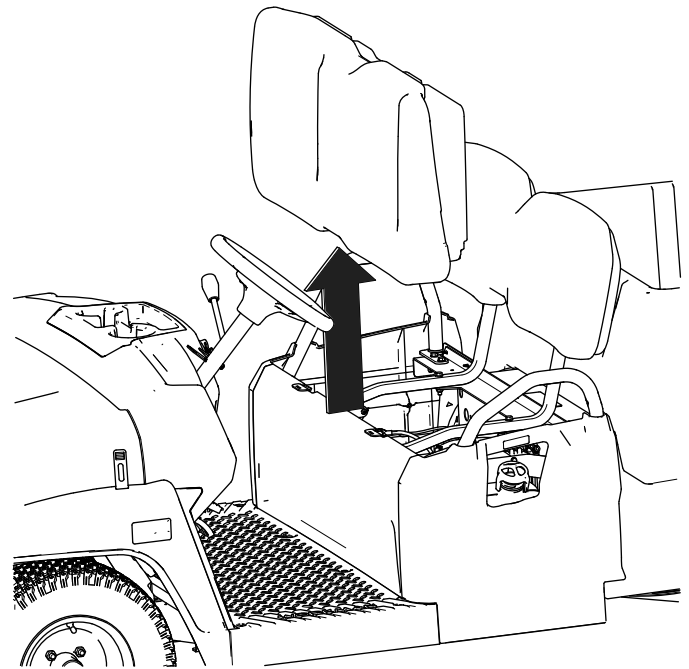

Figura 30
2. Levante el cojín para retirarlo del soporte (Figura 30).